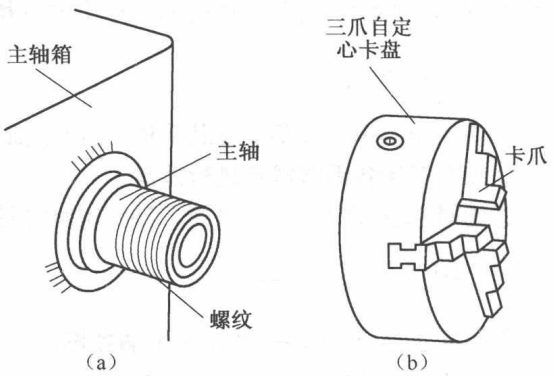

图 2-5 主轴上外螺纹和三爪自定心卡盘
(3)三爪自定心卡盘 卧式车床的主轴呈水平位置,在主轴前端的外螺纹[图 2-5(a)]上安装有三爪自定心卡盘,三爪自定心卡盘[图 2-5(b)]用来装夹工件,并带动工件一起转动。